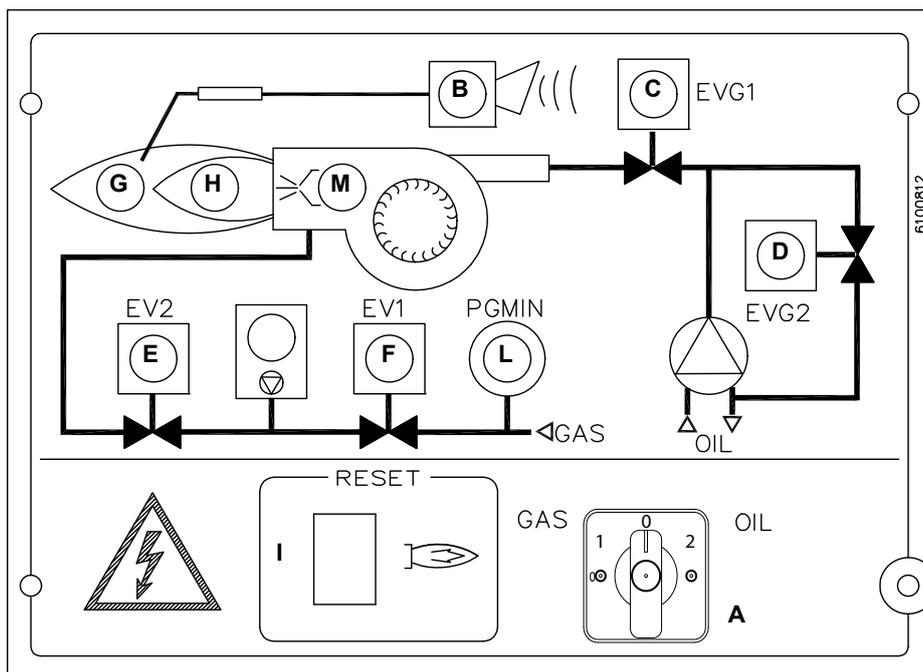

Рис. 24 Лицевая панель электропитания
- 2 После настройки горелки для работы на газе отключить горелку и выбрать работу на жидком топливе (OIL) с помощью селекторного переключателя **CM** (имеющегося на контрольной панели горелки - Рис. 24).